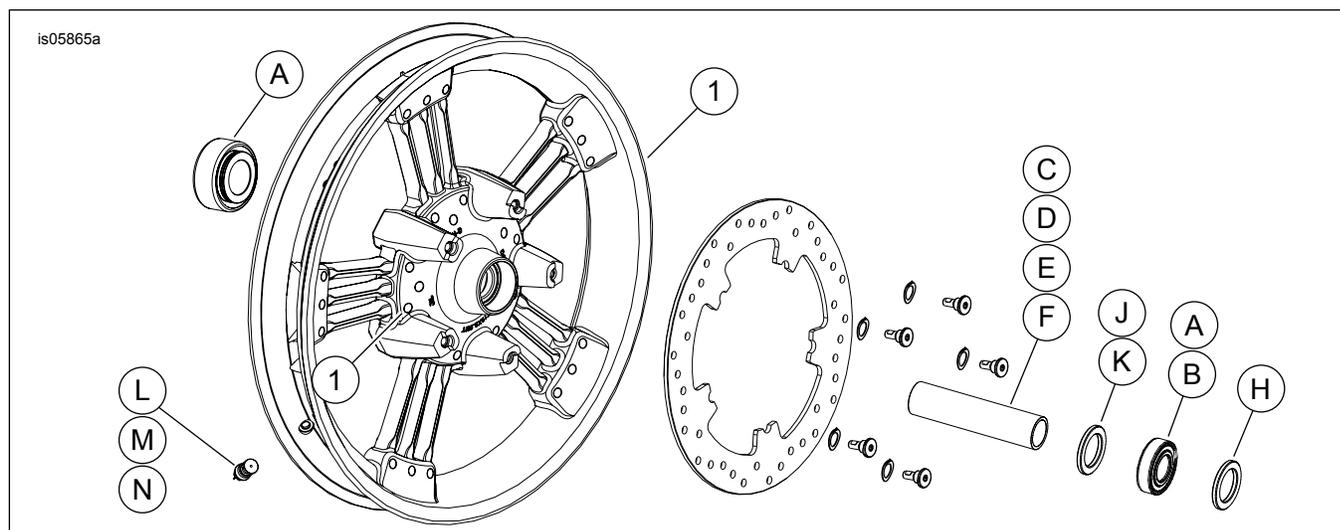

Figure 2. Pièces de rechange : Roues avant Magnum 5 (roue de 19 pouces illustrée)
2. Voir Figure 2. Installer l'ensemble de tige de valve (L ou M) sur la roue. Voir PNEUS dans le manuel d'entretien.